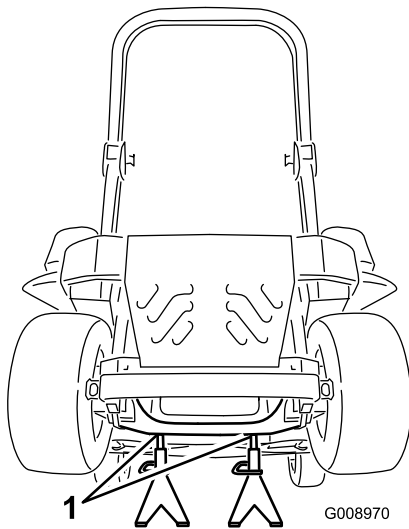

Figura 86
3. Levante la máquina y apóyela sobre gatos fijos (Figura 86).
9. Retire los gatos fijos y baje la máquina (Figura 86).